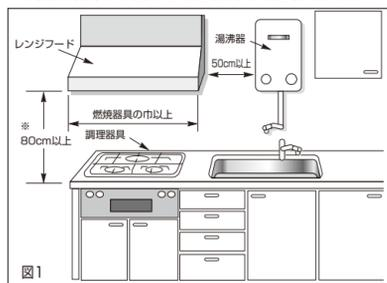

図1
- 4) 湯沸器の上部は高温になるので、湯沸器の真上には取付けしないでください。(図1)